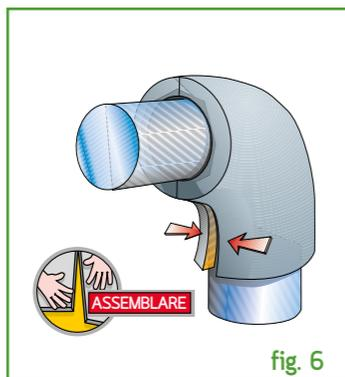

fig. 6
6) Calzare il manufatto isolante ottenuto alla curva del tubo, unendo i bordi interni ed esercitando un'adeguata pressione (fig 6)